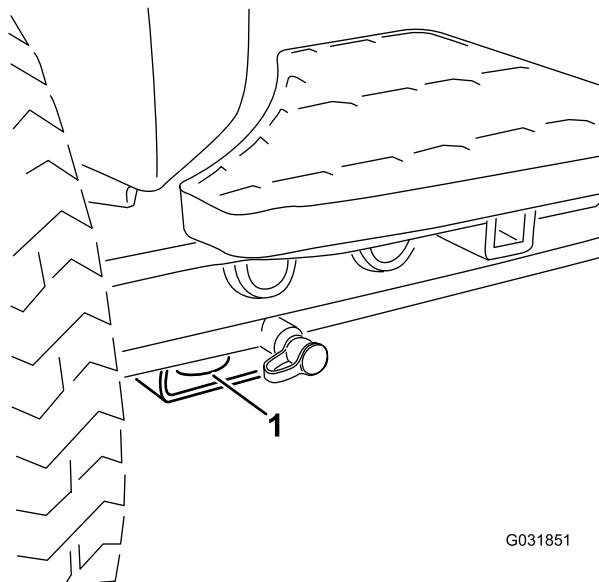

Figura 34
- Anteriore – foro nel supporto rettangolare, sotto il tubo dell'assale, all'interno delle ruote anteriori (Figura 34)